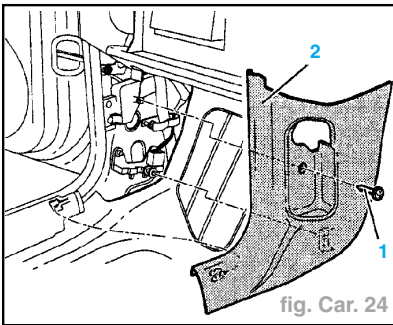

fig. Car. 24
- Dévisser entièrement la vis (1) et déclipser le revêtement (2) à gauche et à droite (fig. Car. 24).